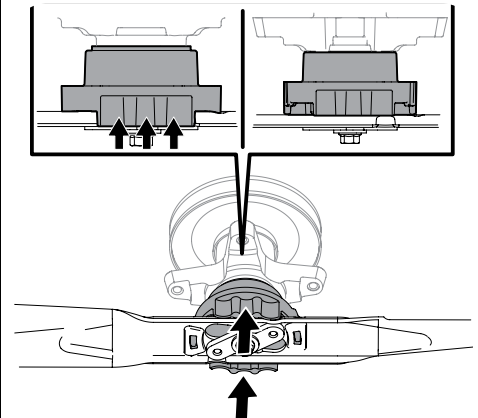

Figura 4-10
- Empuje la cuchilla hacia arriba contra el adaptador de la cuchilla hasta que se eleve el collar de arriba. Ver Figura 4-10.